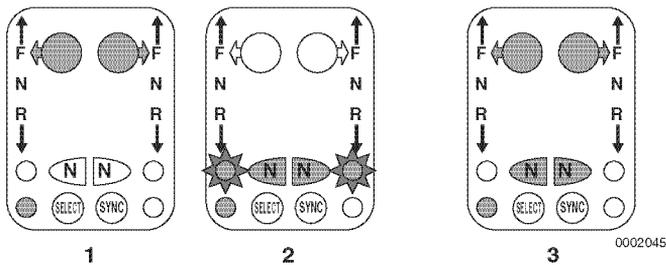

Abbildung 15
- Motorhebel in eingekuppelte Leerlaufstellung bringen (Vorwärts Leerlauf oder Rückwärts Leerlauf) (**Abbildung 15, (1)**) und Schalter **N (NEUTRAL)** (**Abbildung 15, (2)**) neben dem Hebel am Steuerkopf betätigen. Die Leuchte **N (Neutral)** (**Abbildung 15, (2)**) blinkt, um anzuzeigen, dass das Teilbereichgas aktiviert ist.
- Motorhebel in eine Stellung "Getriebe Leerlauf" bringen (Vorwärts Leerlauf oder Rückwärts Leerlauf) (**Abbildung 15, (3)**). Schalter **N (NEUTRAL)** neben Hebel an